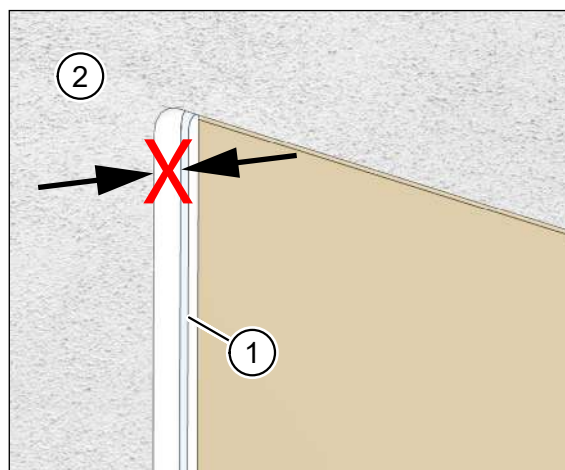

Fig. 33: L'intonaco sporge oltre la cornice intonaco
- L'intonaco (pos. 2 nella Fig. 33) sporge oltre la cornice intonaco (pos. 1 nella Fig. 33).